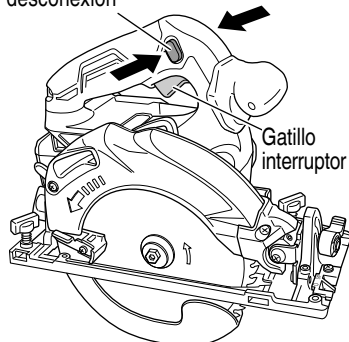

Fig. 20
3. Funcionamiento del interruptor (Fig. 20) (gatillo interruptor e interruptor de luz)
La carga de batería restante puede ser verificada presionando el interruptor para que el indicador luminoso de batería restante se ilumine en rojo. (Fig. 20) El indicador luminoso cambiará al indicador luminoso del modo de iluminación (verde) 10 segundos luego de soltar el interruptor. La Tabla 4 muestra el estado del indicador luminoso de batería restante y la potencia de batería restante.